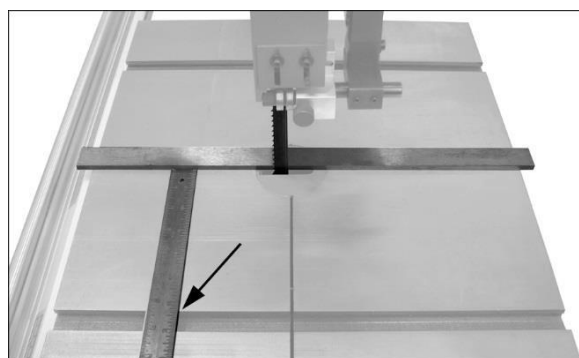

Рис. 13
5. Рычаг натяжения полотна находится в положении «натянuto», приложите длинную линейку вплотную к полотну, убедившись, что она равномерно соприкасается как спереди, так и сзади полотна. См. рис. 13. *Не отклоняйте полотно, нажимая на него.*
6. Используйте измерительный инструмент (Рис. 13), чтобы точно измерить расстояние от прорези стола до линейки. Сделайте измерения с обеих, передней и задней, сторон стола. Оно должно быть одинаковым.